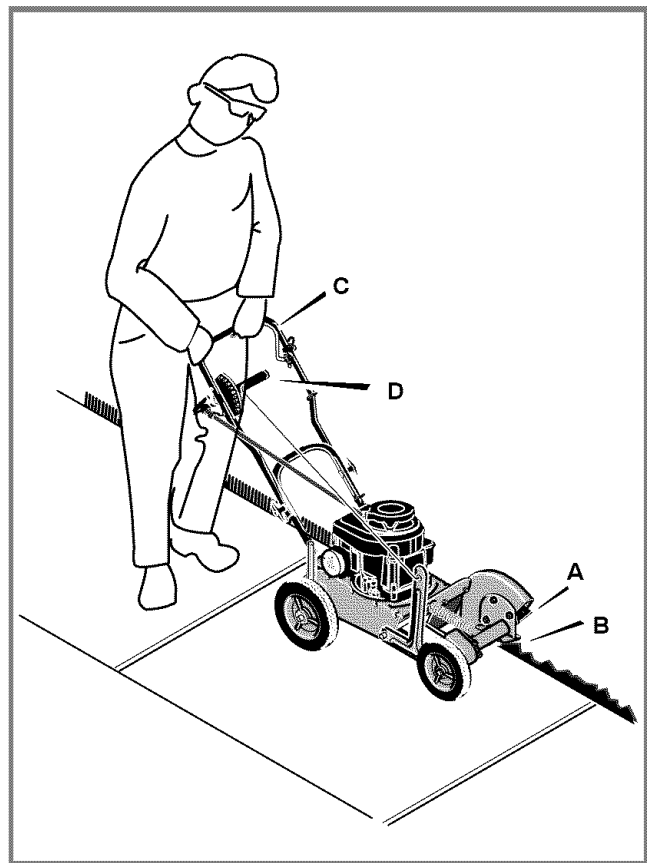

Figura 13: Funcionamiento de la Bordeadora
- 1 Antes de arrancar el motor, mueva la palanca de control de profundidad (D) hacia adelante hasta que la cuchilla (A) no toque el suelo.
- 2 Cuando corte a lo largo de aceras o caminos para ingreso de vehículos pavimentados, fije las ruedas en el pavimento y coloque la cuchilla al lado izquierdo del camino. Para colocar la bordeadora en posición en una acera, consulte la sección "Bordeado de aceras". Para evitar que la cuchilla golpee el camino, asegúrese de mantener la guía de la cuchilla (B) alineada con el borde del camino. Ver Figura 13.
- 5 Párese detrás de la bordeadora y sostenga la manija firmemente (D). Ver Figura 13. Cuando la cuchilla comience a cortar, muévase lentamente hacia adelante.